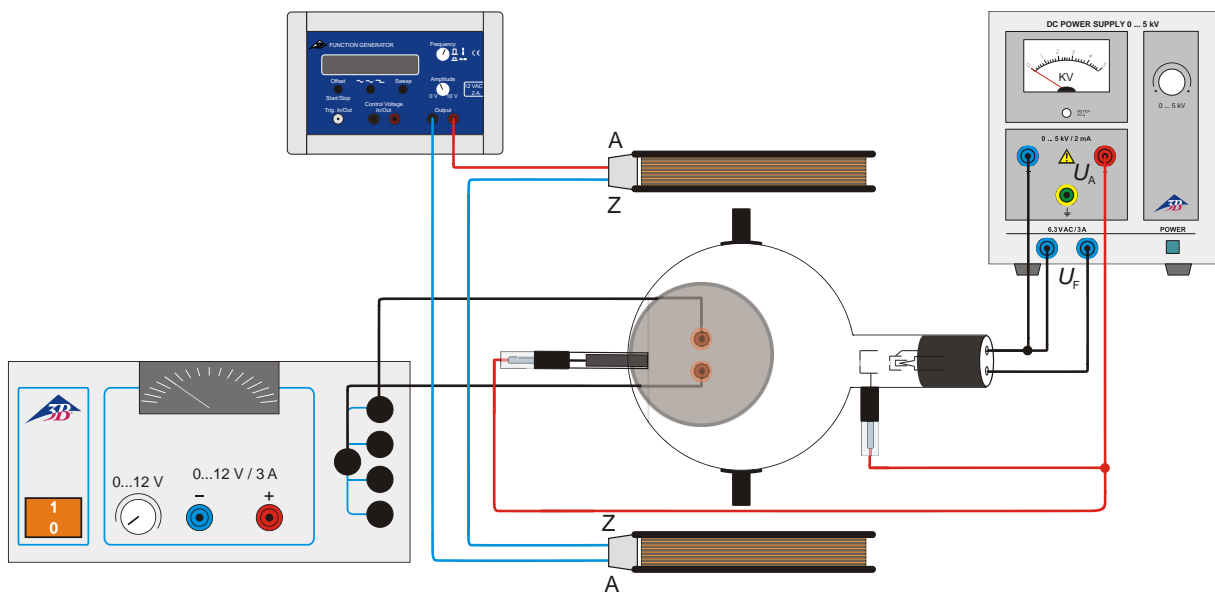

Fig.4 Deflessione nei campi alternativi magnetici incrociati (figure di Lissajous)
- Realizzare il collegamento come illustrato in fig. 4.